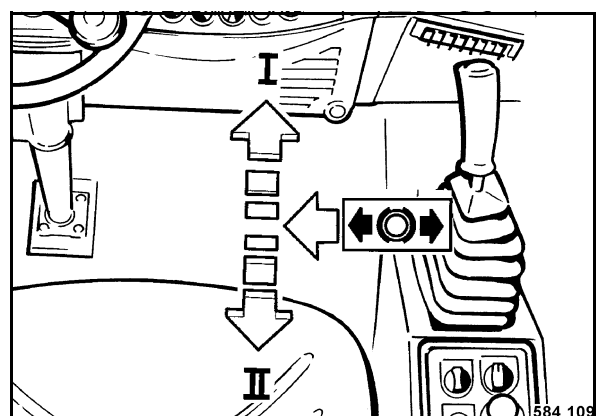

Fig. 107
- La palanca de marcha (Fig. 107) se debe desplazar por completo en posición „I“.